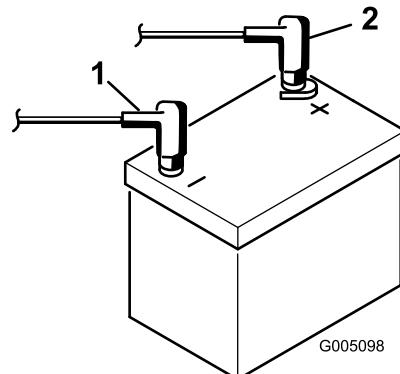

図 7
8. 赤いプラス (+) ケーブルをバッテリーのプラス (+) 端子に、黒いマイナス (-) ケーブルはバッテリーのマイナス (-) 端子にはめ、ボルトとナットで固定する（図 7）。ショート防止のために (+) 端子にゴムキャップをかぶせる。